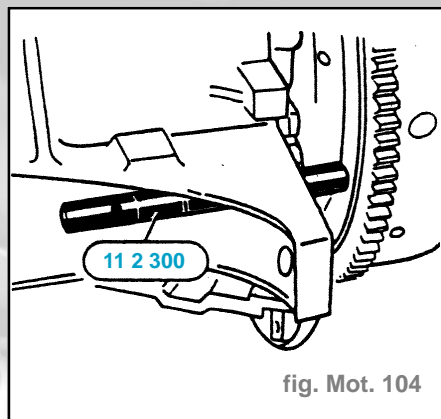

fig. Mot. 104
- Immobiliser le vilebrequin en position de PMH (fig. Mot. 104).
- Caler le vilebrequin au PMH (fig. Mot. 104).